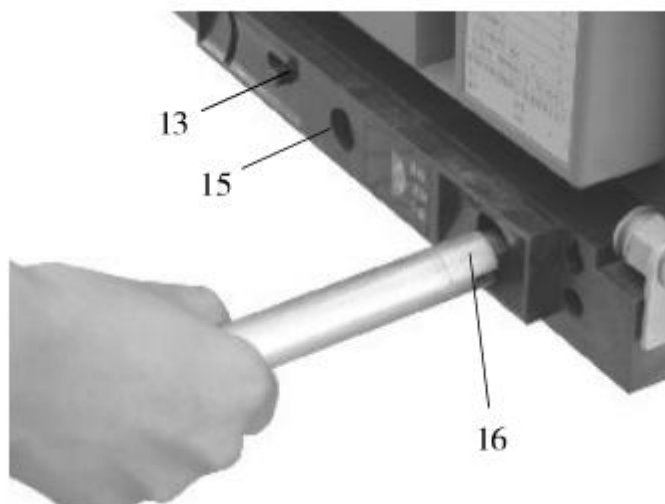

图 1-1
(1)从摇杆存放孔 16 内抽出摇杆，并将摇杆六角头完全插入抽屉座摇杆工作孔 15 内，将“解锁拨钮” 13 拨至左边位置如图 1-1